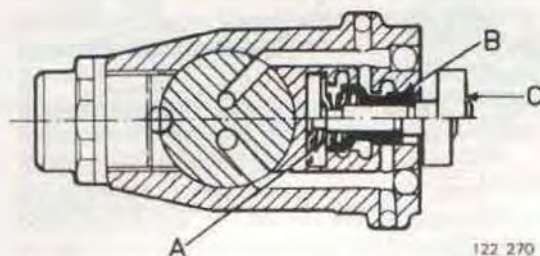

Bild 13. Regulator
variabla tryck, regulatortrycket, ledes till växlingsventilerna 1:an-2:an och 2:an-3:an i kontrollsystemet och används för att åstadkomma upp- och nedväxlingar. Regulatorns rotation får regulatorvikten (C bild 13) och ventilen (B) att ge en centrifugalkraft, som strävar att öppna ventilen. Detta motverkas av att regulatortrycket verkar även på en mindre del av regulatorventilen och håller denna i ett visst jämviktsläge. På grund härav stiger regulatortrycket i proportion till centrifugalkraften som erhålls genom ökningen av varvtalet på utgående axeln.